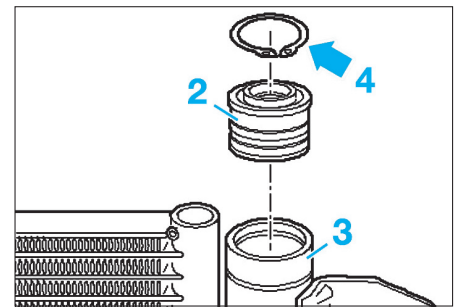

FIG. 13
- Enfoncer légèrement l'obturateur (2) (Fig.13).